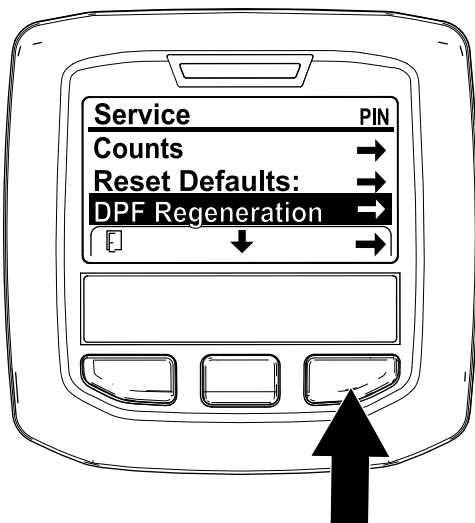

Figura 31
1. Accedete al menu Manutenzione (Service) e premete il pulsante centrale per scorrere il menu verso il basso fino all'opzione DPF REGENERATION (Figura 31).
2. Premete il pulsante destro per selezionare la voce DPF Regeneration (Figura 31).